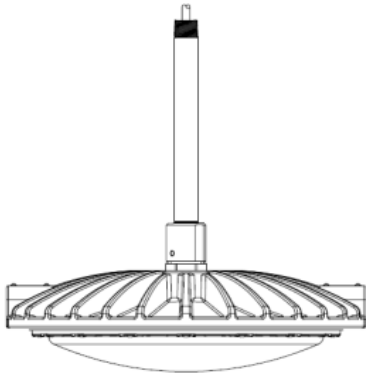

Figure 3
- ☞ 導管の雄ネジを 1.0N-m にて回転止めネジで固定します。(Figure 3)
- ☞ Tighten tube locking setscrew to conduit, 1.0 N-m. (Figure 3)